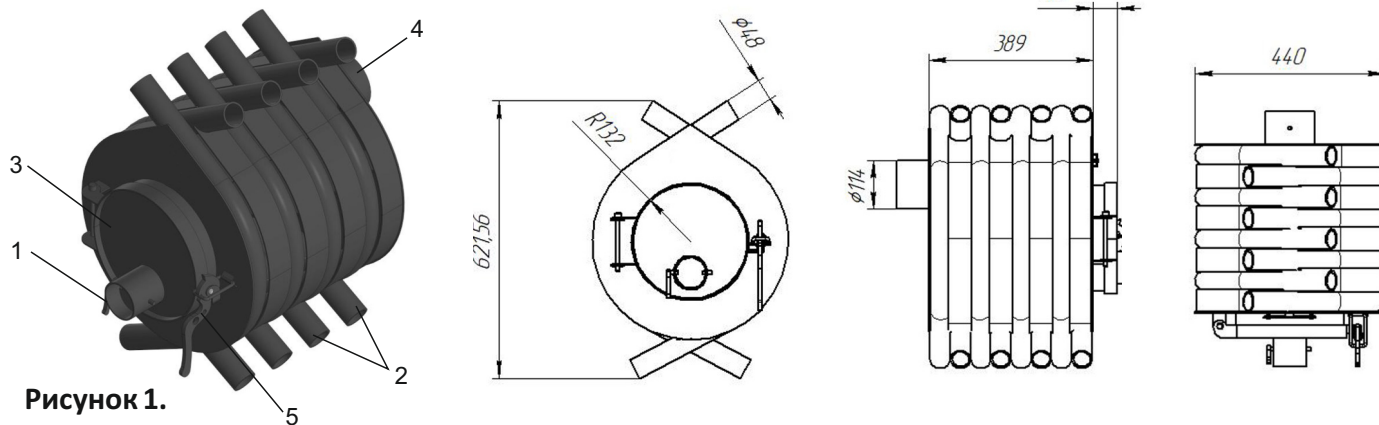

Рисунок 1.
Регулирование режимов горения осуществляется путем открытия (закрытия) регулятора подачи воздуха (1) и регулятора тяги (4) (Рис.1)
**РАСТОПКА!** Перед разжиганием установите регулятор подачи воздуха (1) (Рис.1) и регулятор тяги (4) в полностью открытое положение. После того как огонь разгорелся необходимо оставить работать печь в активном режиме (с открытыми регуляторами мощности для достижения в помещении необходимой  $t^{\circ}$ ). После достижения необходимой  $t^{\circ}$ , доложите топливо, максимально заполнив объем топочной камеры.